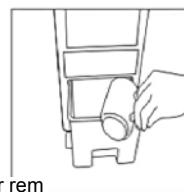

fig.2
4. Til het waterreservoir op door het ongeveer 10 cm naar boven te trekken tot aan de borgpen en voeg dan water toe. (Afbeelding 2).